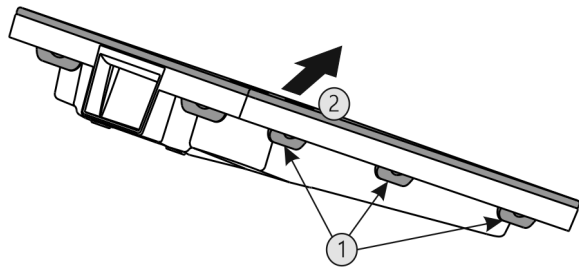

Fig. 22
- ▶ Alle Laschen Fig. 22 (1) nacheinander drücken und die Abdeckung Fig. 22 (2) entnehmen.